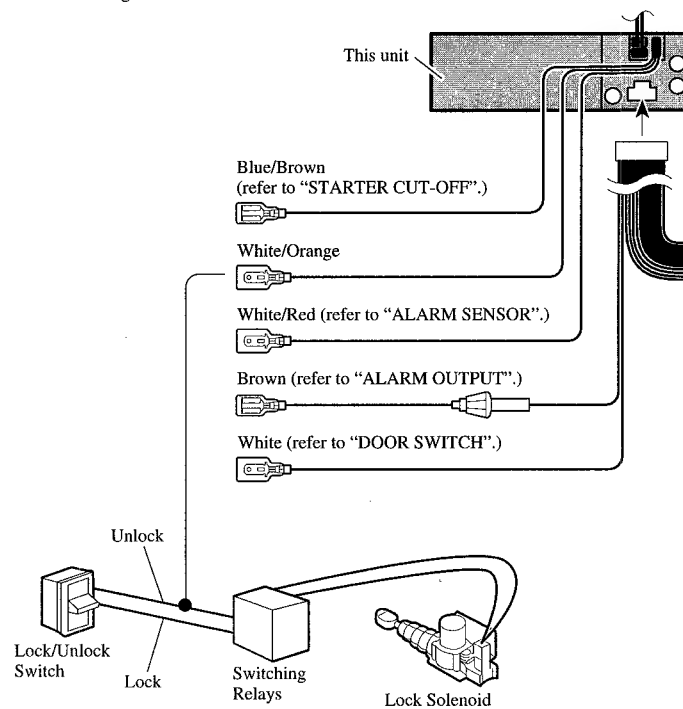

Fig. 35
■ White/Orange (DOOR LOCK) (Fig. 35)